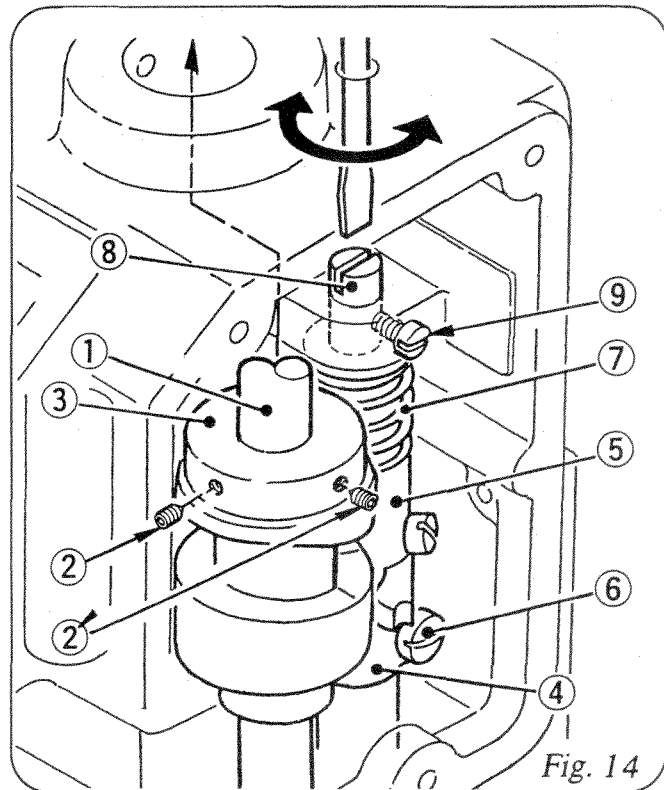

Fig. 14
Para ajustar la biela del engarzador ③ seguir las siguientes instrucciones (Fig. 14).
- a) colocar los tornillos ② y ②' en los orificios del eje principal ①.
- b) ajustar el balancín del eje del engarzador (B) ④ de manera que la biela del engarzador ③ y el balancín del eje del engarzador (A) ⑤ se desplacen suavemente. Después del ajuste, fijar fuertemente el tornillo ⑥ del balancín del eje del engarzador (B).
- c) el espacio entre la biela del engarzador ③ y el balancín del eje del engarzador (A) ⑤ se consigue con el muelle ⑦. Aflojar el tornillo ⑨ y apretar el soporte del muelle del engarzador ⑧ para ajustar la presión del soporte del muelle del engarzador. Después del ajuste, apretar el tornillo ⑨ para sujetar el engarzador ⑧.